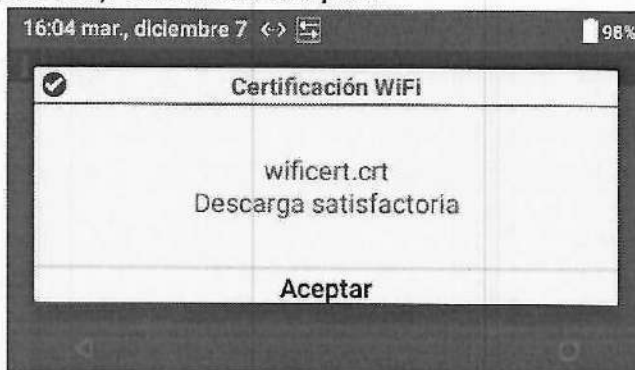

Figura 101: Descarga satisfactoria
- El instrumento mostrará un mensaje que indica que la descarga del certificado de Wi-Fi ha sido satisfactoria (Figura 101). Seleccione **Aceptar**.